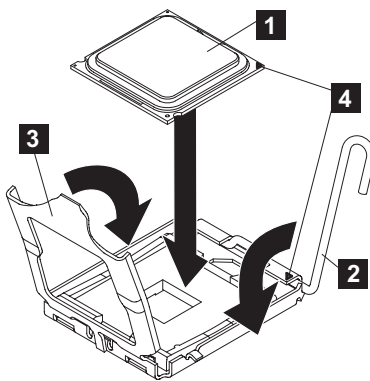

図 260. SAN ポリューム・コントローラー 2145-CG8 または 2145-CF8 のマイクロプロセッサ・ブラケット・フレームを閉じる
- マイクロプロセッサ取り付けツール上のマイクロプロセッサに付いている三角形の位置合わせマーク（306 ページの図 260 の **4**）を、マイクロプロセッサ上の三角形の位置合わせマークに揃えた後、取り付けツールの下部でマイクロプロセッサを正しくつかめるように、ツールの底面をマイクロプロセッサにかぶせます。
マイクロプロセッサとソケットを位置合わせするには、マイクロプロセッサ・ソケットの三角形の位置合わせ用切り欠きと、マイクロプロセッサの三角形の位置合わせマーク（306 ページの図 260 の **4**）を使用します。また、切り欠きの位置も、マイクロプロセッサの位置合わせに利用してください。